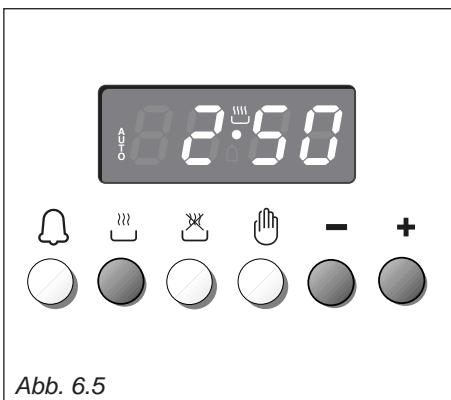

Abb. 6.5
1. Gardauer durch drücken der Taste  und der Taste  oder  einstellen. (Abb. 6.5). (Taste  leuchten auf.